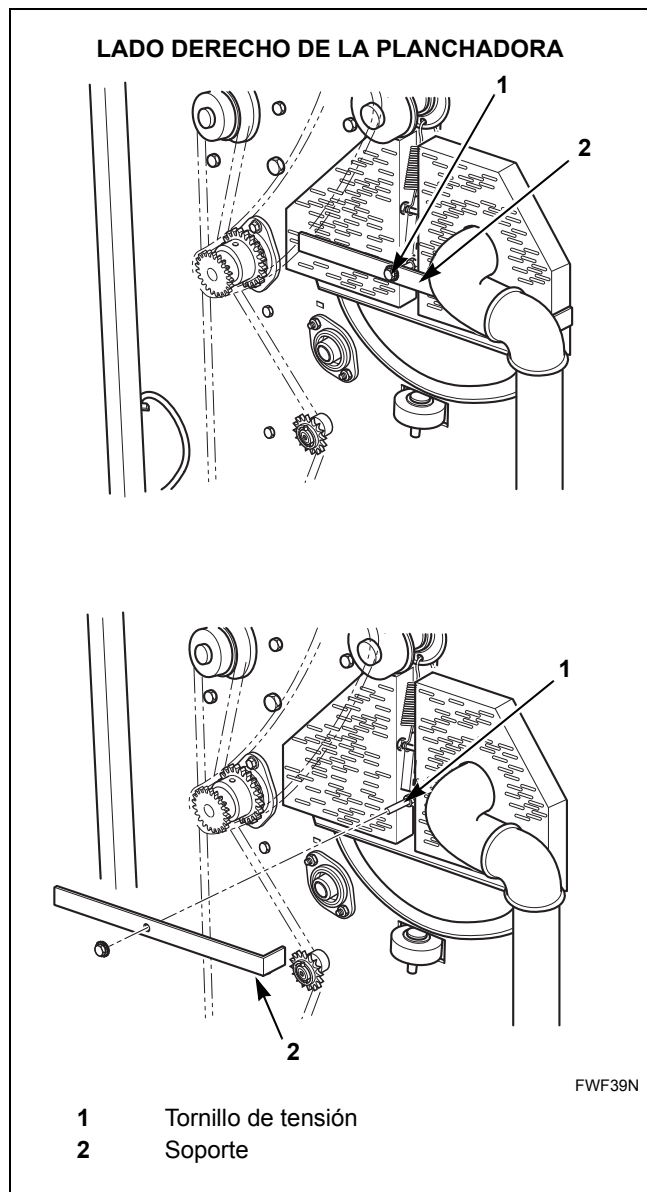

Figura 29
2. Ubique los sistemas de tensión de los listones de regreso sobre cada lado de la planchadora. Consulte la *Figura 29*.